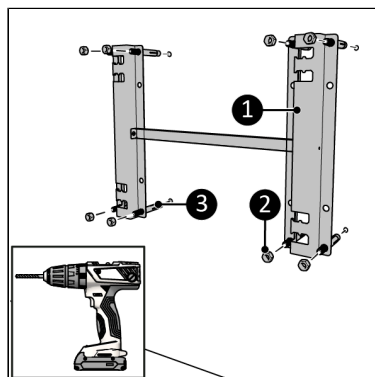

Figure 108.
1. Placera fästet mot väggen med sina öppningar åt vänster och markera de åtta hålen (Figure 108).
3. Placera ankarbultarna (Figure 108, pos. 3).
4. Dra åt väggfästet (Figure 108, pos. 1) mot väggen med de åtta muttrarna (Figure 108, pos. 2).